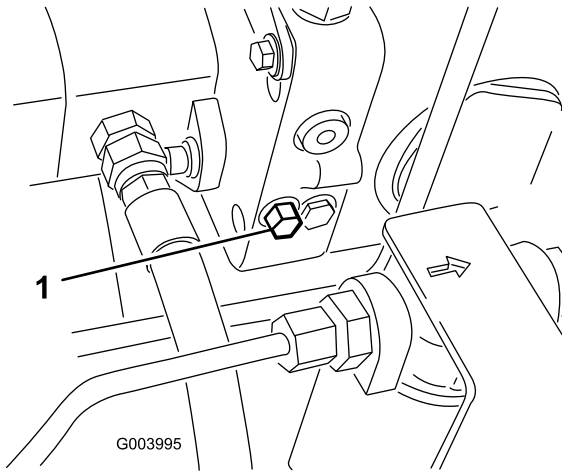

Bild 26
1. Dieses Sicherheitsventil befindet sich links am Hydrostat (Bild 26). Drehen Sie die Schraube um eineinhalb Umdrehungen, um das Ventil zu öffnen und Öl intern abzulenken. Weil das Öl abgelenkt wird, lässt sich die Maschine ohne Schäden am Getriebe langsam bewegen.